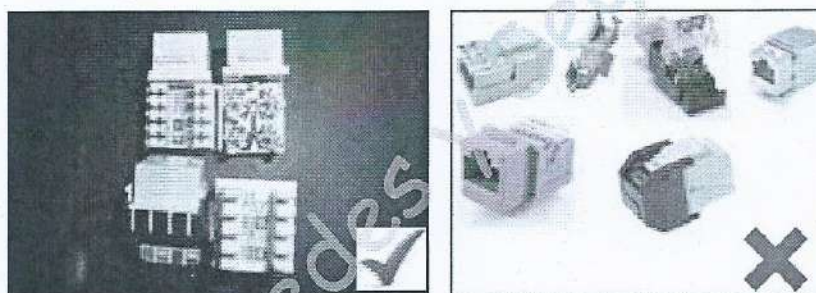

Figura No. 1a. Jacks
- 2 conectores hembra (jacks) RJ-45 categoría 5e o superior similares a los de la Figura No. 1a.